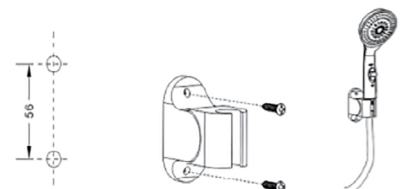

Fig. 8
- Montieren Sie die Duschkopfklammer mithilfe der 2 mitgelieferten Schrauben, wie aus Abbildung 8 ersichtlich.